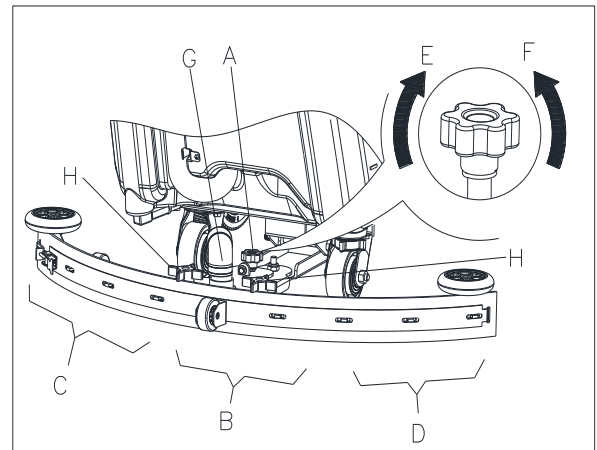

Figure 11
- Poser l'embouchure et serrer l'écrou (H, Figure 11), puis raccorder le tuyau d'aspiration (G) à l'embouchure.
- Régler l'embouchure avec la poignée de réglage (A, Figure 11).
- S'il y a un écart entre le sol et la section centrale de la lame arrière de l'embouchure (B), régler le bouton (A) dans le sens anti-horaire (F) jusqu'à ce que toutes les sections de lamelle arrière de l'embouchure soient bien au contact du sol, la lamelle avant touchant légèrement le sol.
- S'il y a un écart entre le sol et les deux extrémités de la lamelle arrière (C et D), régler le bouton (A) dans le sens horaire (E) jusqu'à ce que toutes les sections de lamelle arrière de l'embouchure soient bien au contact du sol, la lamelle avant touchant légèrement le sol.